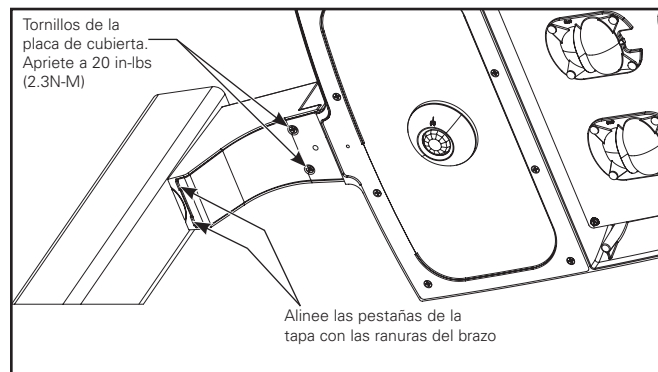

Figura 5.
- Instale la cubierta del brazo y apriete los (2) tornillos de cabeza Philips a 20 in-lbs. (2,3 N-M). Como se muestra en (Figura 5).